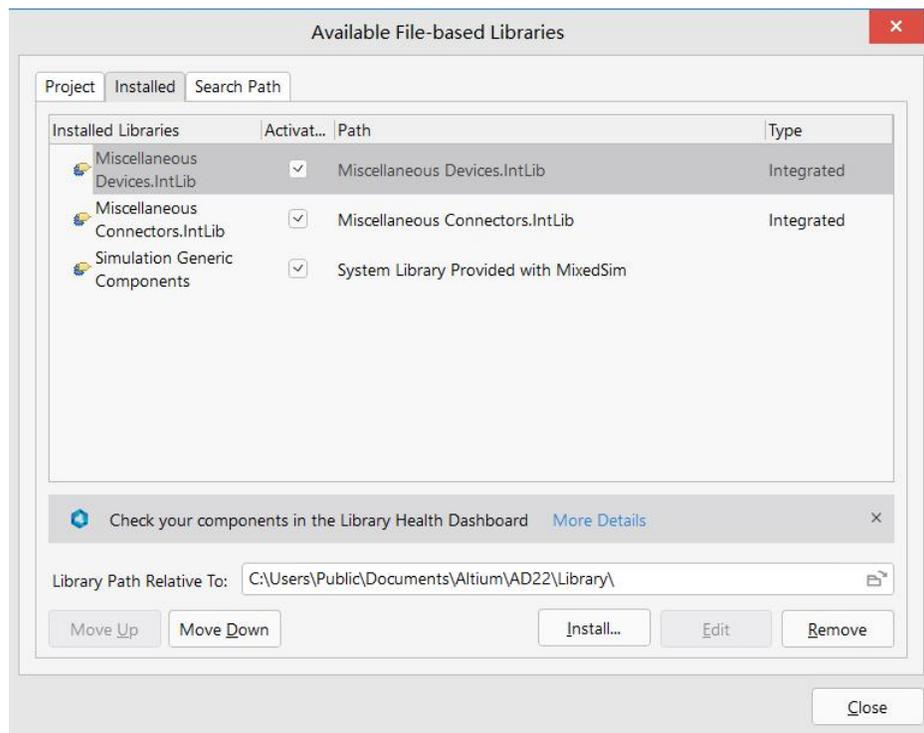

图3-8 可用元器件库对话框
1) 在“Components（元件）”面板右上角中单击按钮，然后在弹出的快捷菜单中选择“File-based Libraries Preferences（库文件参数）”命令，系统将弹出如图3-8所示的可用元器件库对话框。可以看到系统已经装入的元器件库包括“Miscellaneous Devices.IntLib”。
- 1) 在“Components”面板的浏览器中单击所列元器件库文件，如图3-8所示，选择要放置的元器件所在库，本任务中先放置P2元器件，故选择“Miscellaneous Connectors.IntLib”库文件。